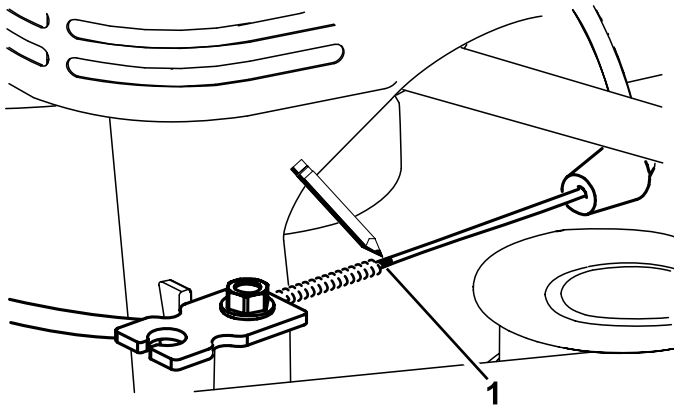
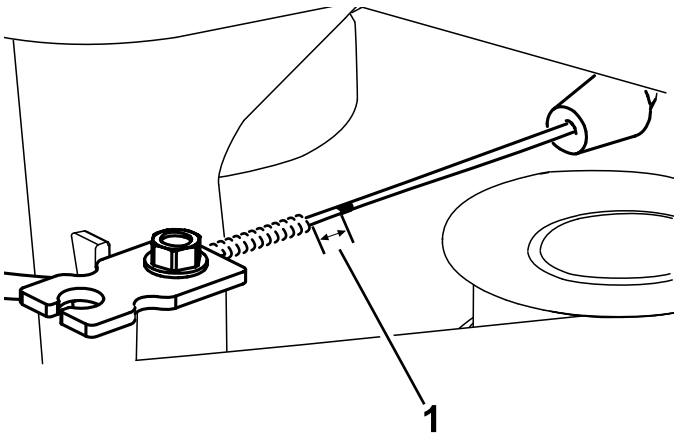

Figura 49
Figura 50
7. Marque el cable de freno (Figura 49), luego ajuste la cubierta hasta que quede aproximadamente 3 mm de holgura (Figura 50).